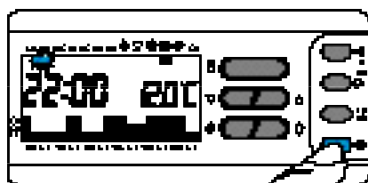

Fig. 43
8.5 - Se per il giorno dopo o successivi si desidera avere lo stesso programma, premendo il pulsante \textcircled{R} (fig.43) il programma viene automaticamente copiato per i giorni via via indicati dal segmento relativo.